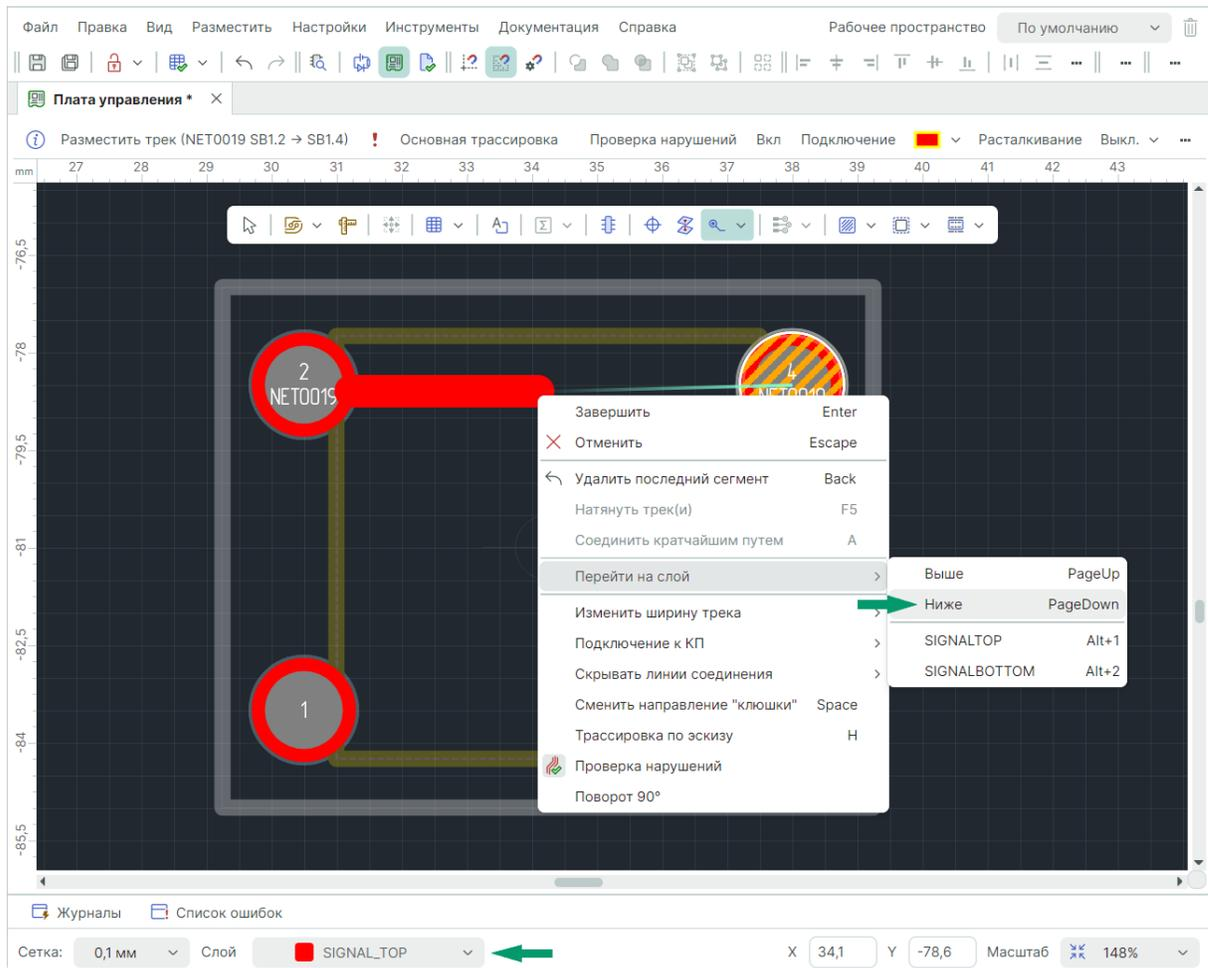

Рис. 220 Выбор направления перехода по слоям
2. Вызовите контекстное меню и выберите пункт «Перейти на слой», с выбором слоя во вложенной части меню в зависимости от взаимного расположения слоев, между которыми требуется осуществить переход, см. Рис. 220.